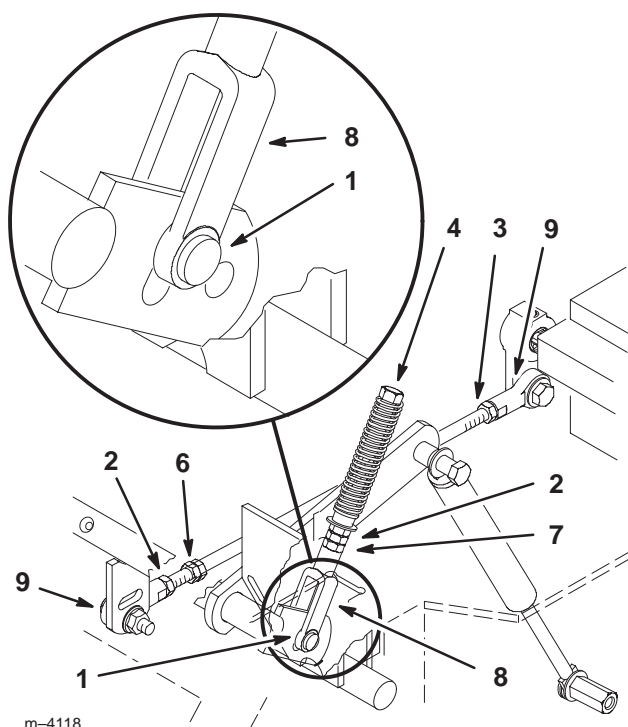

Figure 55
4. Tirez-le ensuite en arrière jusqu'à ce que l'axe de chape (situé sur le bras au-dessous de l'axe de pivot) touche l'extrémité de la fente (c.-à-d. commence juste à appuyer sur le ressort) (Fig. 55).
6. Si un réglage s'impose, desserrez l'écrou et l'écrou de blocage vissés contre la chape (Fig. 55).
8. Serrez l'écrou et l'écrou de blocage (Fig. 55).
1. Desserrez les contre-écrous sur les rotules de la tige de commande de la pompe (Fig. 55).
3. Réglez la longueur de la tige de pompe en tournant les doubles écrous dans le sens voulu, jusqu'à ce que la roue soit immobilisée ou tourne légèrement en arrière (Fig. 55).
6. Serrez les écrous contre les rotules (Fig. 55).